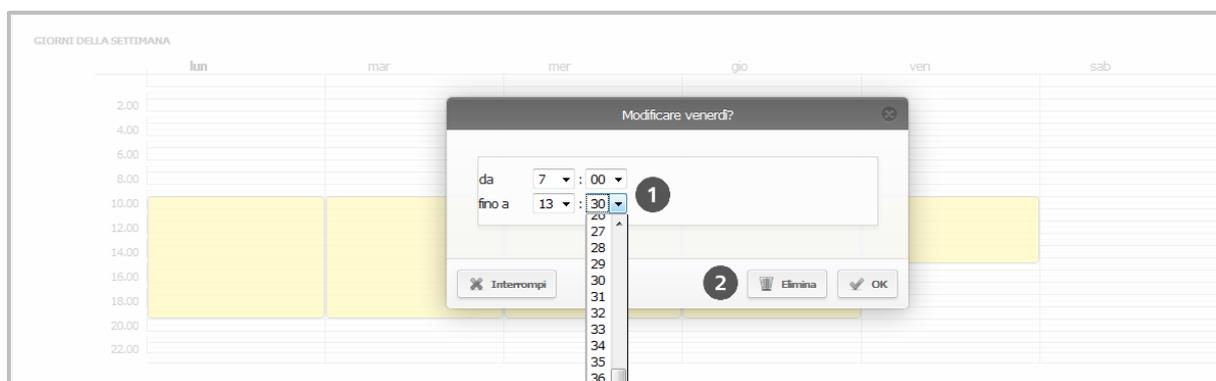

Figura 96: Modifica dell'intervallo di tempo dell'apertura permanente
- Fare clic sul giorno desiderato e selezionare nelle caselle a discesa (*da – fino a*) **1** (Figura 96: Modifica dell'intervallo di tempo dell'apertura permanente) l'ora di inizio e l'ora di fine desiderate per l'apertura permanente nel giorno interessato.
- Fare clic su **Elimina** **2** (Figura 96: Modifica dell'intervallo di tempo dell'apertura permanente)